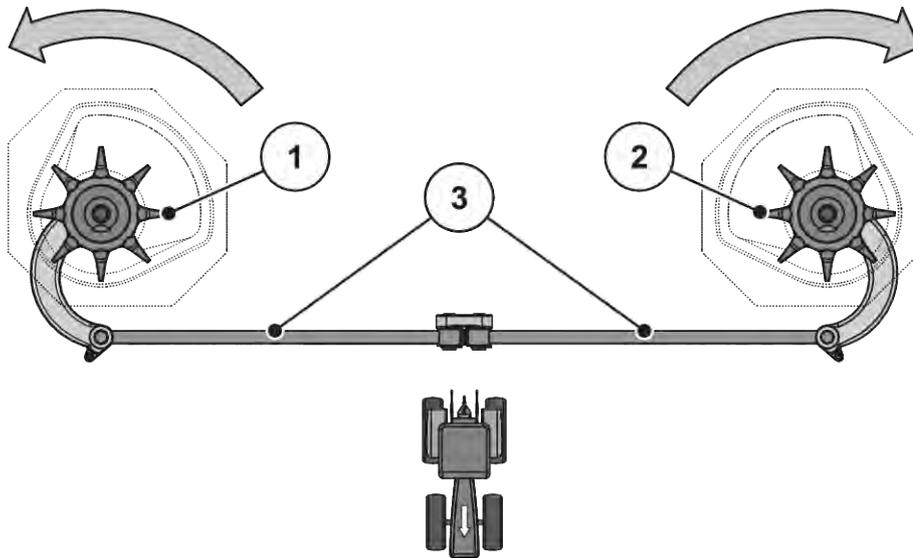

Fig. 53: Vérification de l'entraînement de l'agitateur
- Faire tourner la tête de l'agitateur à la main **dans le sens de rotation du disque d'épandage**. Voir Fig. 53 Vérification de l'entraînement de l'agitateur.
- Faire tourner vigoureusement l'agitateur à la main ou à l'aide d'une sangle pour filtre à huile **dans le sens de rotation inverse du disque d'épandage**. Voir Fig. 53 Vérification de l'entraînement de l'agitateur